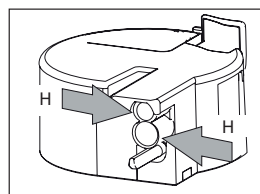
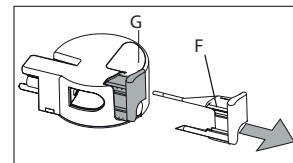

Fig. 46
Fig. 47
- ▶ Lave completamente todos os componentes com água quente e detergente suave. Certifique-se de que não há resíduos de leite no interior dos orifícios (Fig. 46) e na ranhura sobre a extremidade fina do regulador de espuma de leite (Fig. 47)..